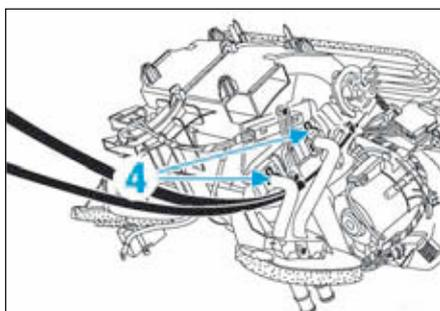

FIG.4
- Placer un récipient pour récupérer le liquide de refroidissement, puis déposer les goupilles (4) (Fig.4).